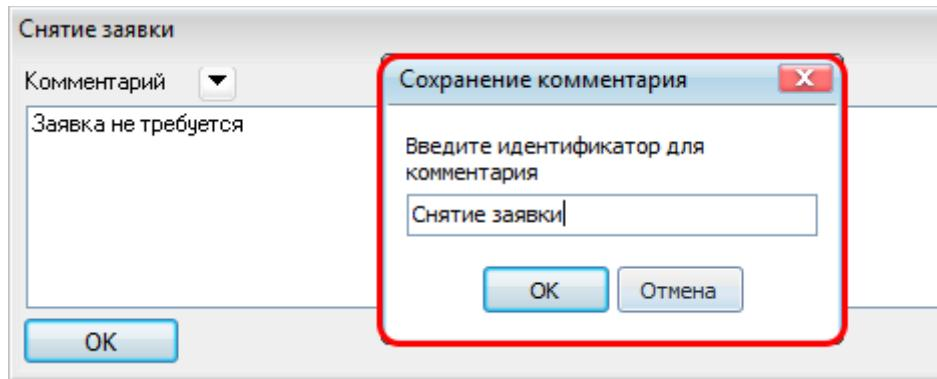

Рисунок 12.19 – Сохранение комментария
- «**Сохранить комментарий**» – сохранение комментария как предопределенного текста комментария. При выборе пункта меню « Сохранить комментарий» появляется окно «Сохранение комментария» (Рисунок 12.19). В окне «Сохранение комментария» необходимо ввести идентификатор комментария и нажать на кнопку «OK».